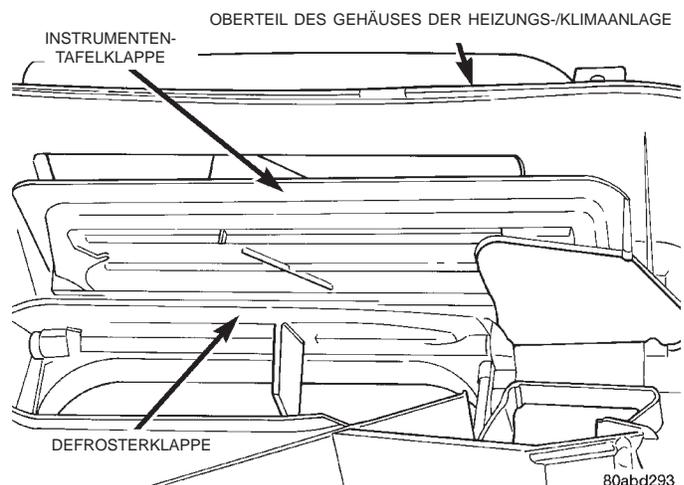

Abb. 53 Instrumententafelklappe und Defrosterklappe
klappe vorsichtig so biegen, daß die Gelenkwelle der Klappe von der Öffnung im Gehäuse gelöst wird (Abb. 53).
(4) In das Oberteil des Gehäuses der Heizungs-/Klimaanlage greifen und die Defrosterklappe vorsichtig so biegen, daß die Gelenkwelle der Klappe von der Öffnung im Gehäuse gelöst wird (Abb. 53).
(5) Defrosterklappe vom Gehäuse der Heizungs-/Klimaanlage abnehmen.
(6) Der Einbau erfolgt in umgekehrter Reihenfolge wie der Ausbau.